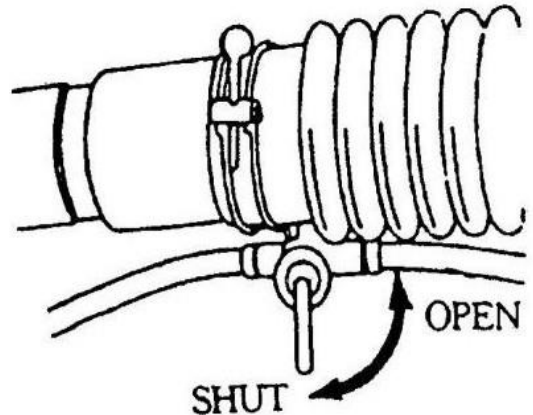

Fig. 8
- 1) Під час обприскування, якщо ми хочемо долити більше засобу в бак, потрібно вимкнути пристрій, див. рис. 8. Під час розпилення важіль розпилення і кришка паливного бака повинні бути в нижньому положенні, інакше хімікати будуть витікати.